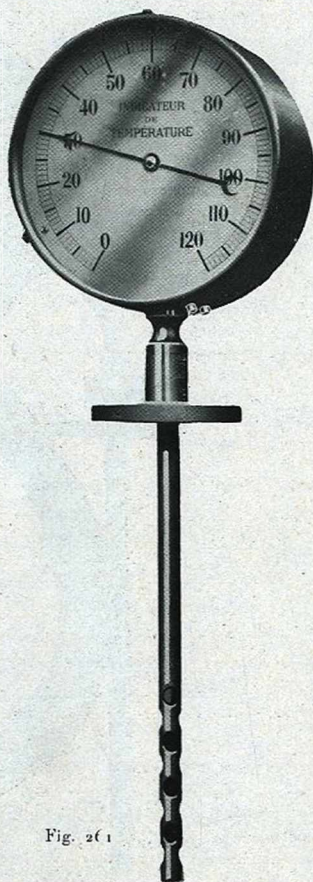

Fig. 261
Fig. 261 et 262
*Cet appareil est de construction semblable à la figure 261 ;